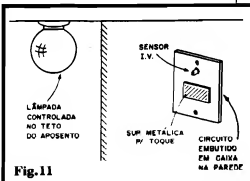

Fig. 11
- **FIG. 11 - OUTRO EXEMPLO APLICATIVO...** - Num quarto de dormir, ficará elegante, prática e funcional a instalação do DICOR no controle efetivo da própria iluminação de teto! Para tanto, a caixa original do interruptor da lâmpada do local, na parede, deverá ser eventualmente substituída por um modelo maior (4" x 4"), ou ainda instalada na forma de uma caixa totalmente externa à parede... Em qualquer das opções, é recomendável que haja uma linha de visada entre a cama do "folgado" operador e a posição final do módulo "B", na parede... O foto-sensor I.V. e a própria plaquinha de controle por toque (nesse caso não é mais "opcional", pois se requer a possibilidade de operação manual "direta"... ) devem ficar no painel mais evidente da caixa ou no "espelho" da parede... Dessa forma, entrando ou saindo do quarto, o operador respectivamente poderá **ligar** ou **desligar** a lâmpada com um breve toque de dedo sobre a plaquinha sensora... Já, estando na cama, acionará e regulará a luminosidade ambiente (podendo também desligá-la, se quiser...) com o módulo "A", cujo "ligar de ficar" mais óbvio é o... criado mudo!